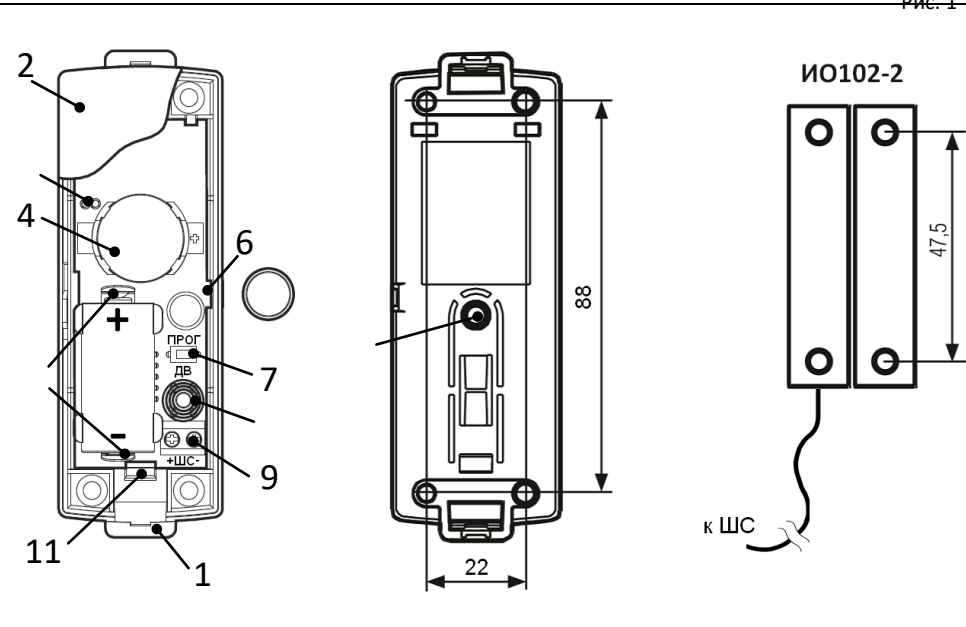

Рис. 1
Извещатель конструктивно выполнен в виде одного блока (рис. 1) и состоит из основания (1), печатной платы с элементами и крышки (2). Крышка крепится пластмассовыми защелками. Для снятия крышки необходимо использовать отвертку.